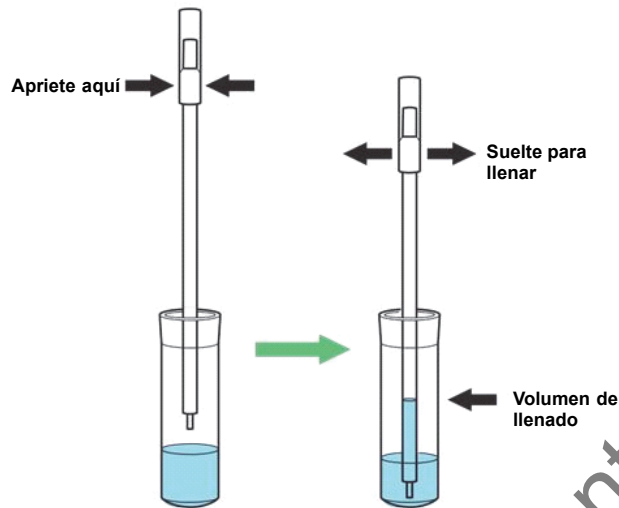

Figura 1. Pipeta de transferencia
- Abra la tapa del tubo de transporte de muestra. Apriete por completo el bulbo de la pipeta de transferencia y ponga la punta de la pipeta en el tubo de medio de transporte ESwab que contenga la muestra de paciente (Figura 1).
4. Levante el tapón con el hisopo fijado del tubo de transporte (no saque completamente el hisopo del tubo de transporte). Apriete por completo el bulbo de la pipeta de transferencia y ponga la punta de la pipeta en el tubo de medio de transporte ESwab que contenga la muestra de paciente (Figura 1).